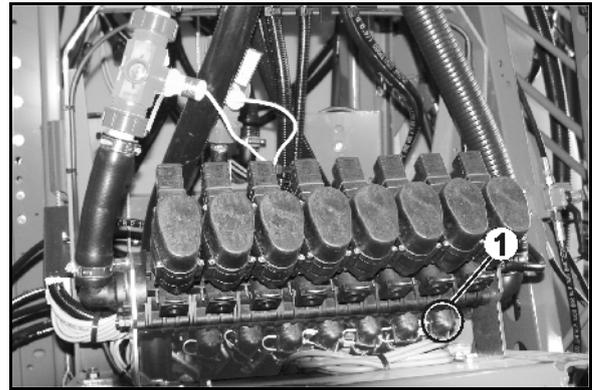

Fig. 155
1. Überwurfmutter (Fig. 155/1) lösen.